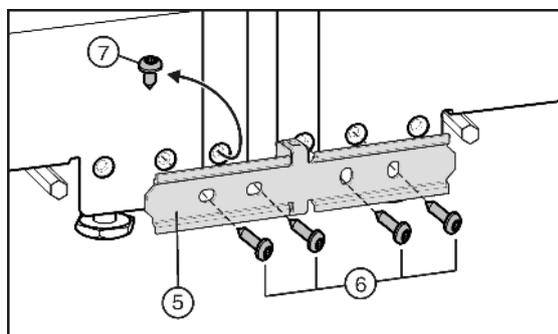

Fig. 6
- ▶ Если ваше устройство оснащено предварительно смонтированным винтом Fig. 6 (7). Выкрутите винт. С помощью соединительного листа устройства автоматически выравниваются по глубине. Если одно устройство выступает, начните с него. В противном случае начните с левого устройства.
- ▶ Установите соединительный лист Fig. 6 (5) и закрепите его на одном устройстве с помощью двух винтов Fig. 6 (6).